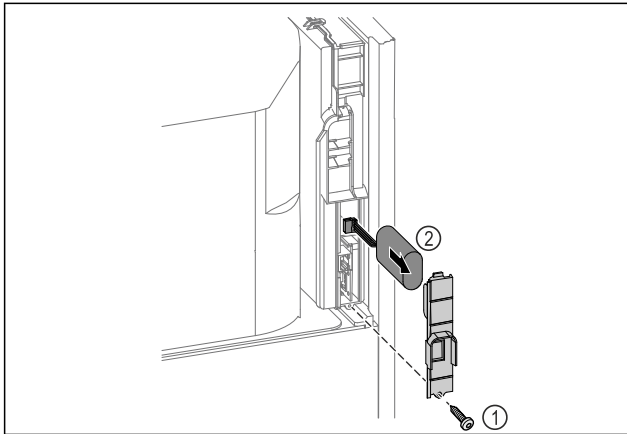

Fig. 259
- Dévisser la vis et retirer le couvercle situé à l'arrière de l'appareil Fig. 259 (1).
- Débrancher et retirer la batterie Fig. 259 (2).